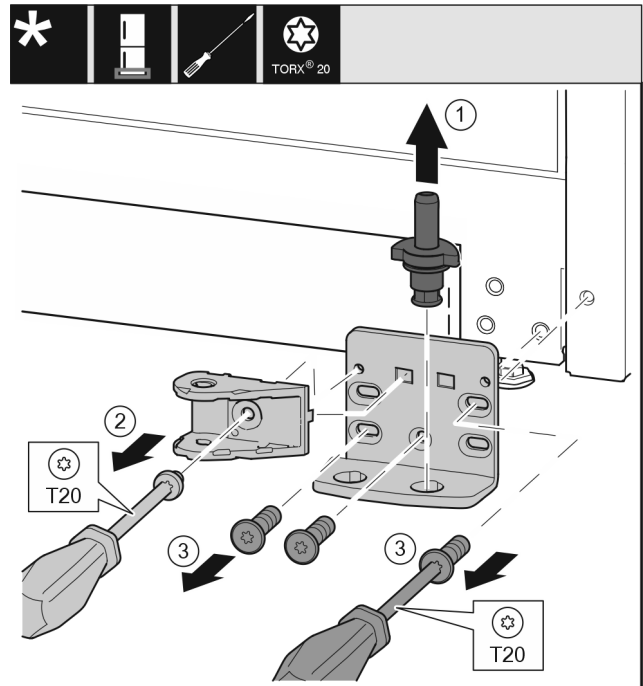

Fig. 30
- Nxirrni jashtë komplet bulonin e rrotullimit Fig. 30 (1) nga lart.
- Lironi vidën Fig. 30 (2) me një kaçavidë dhe hiqni lidhjen e amortizatorit të mbylljes.
- Lironi vidat Fig. 30 (3) me një kaçavidë dhe hiqni bazamentin mbështetës.